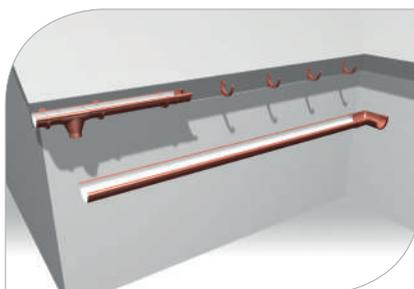

рис. 17
- 3.8 В ребрах крыши установить углы с прокладками (**рис. 17**)